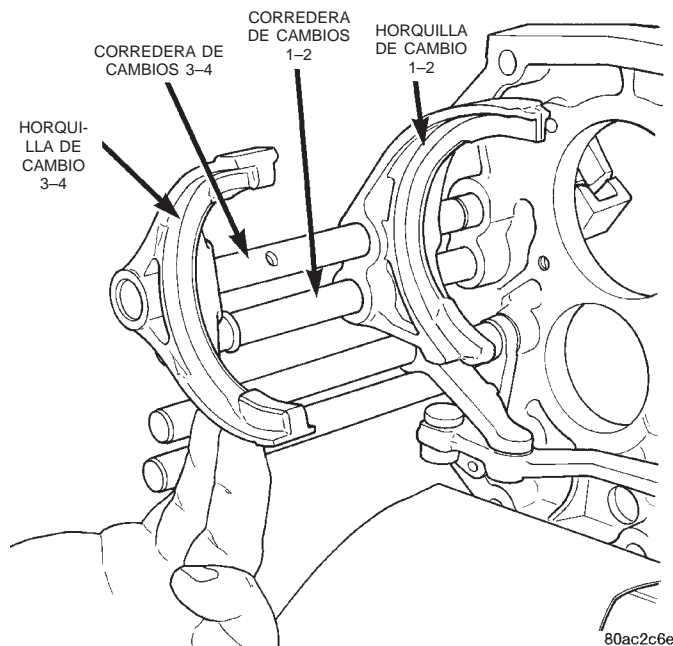
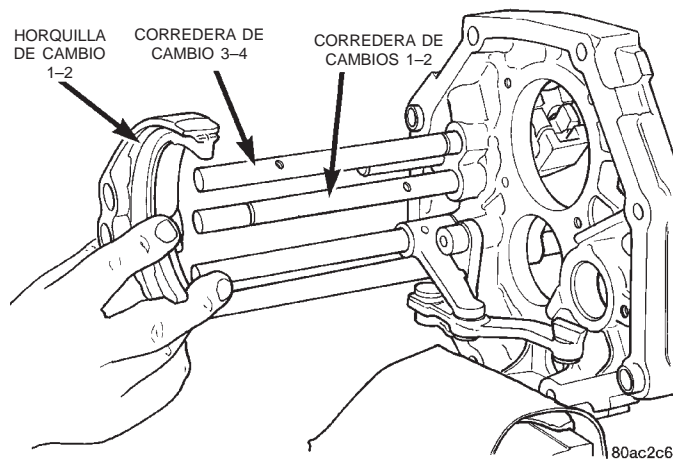

Fig. 64 Desmontaje de horquilla de cambio 3-4
Fig. 65 Desmontaje de horquilla de cambio 1-2
(18) Retire las horquillas de cambio 3-4 de la corredera de cambios 3-4 (Fig. 64).
(19) Retire el anillo de muelle que está cerca del extremo de la corredera de cambios 1-2 para permitir el desmontaje de la horquilla de cambios 1-2.
(20) Retire la horquilla de cambio 1-2 de las correderas de cambios 1-2 y 3-4 (Fig. 65).